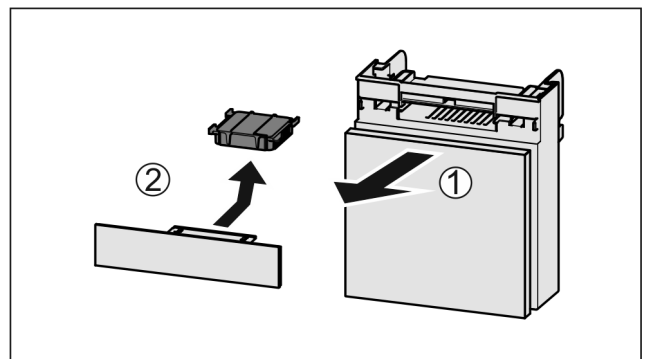

Fig. 101
- ▶ Lade vanaf de voorkant eruit trekken *Fig. 101 (1)*.
- ▶ Actiefkoolfilter verwijderen *Fig. 101 (2)*.